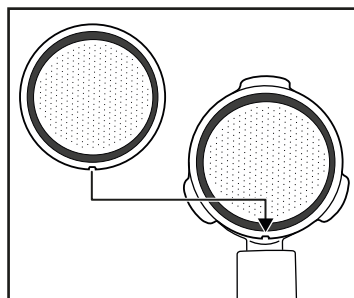

Abb. 1
- 1) Füllen Sie Wasser in den Wassertank ❹.
- 2) Legen Sie den großen ❶❷ oder den kleinen Siebeinsatz ❶❸ in den Siebträger ❶❹:
- Achten Sie darauf, dass die kleine Einkerbung am großen ❶❷ oder kleinen Siebeinsatz ❶❸ beim Einsetzen über der Einkerbung am Siebträger ❶❹ liegt (siehe Abbildung 1).